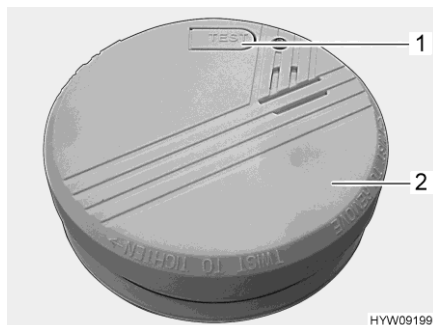

Bild 146 Brandvarnare
- Vrid brandvarnaren (Bild 146,2) moturs tills den släpper från hållaren.
- Testa brandvarnaren. Tryck på kontrollknappen (Bild 146,1). Du måste höra ett larm.